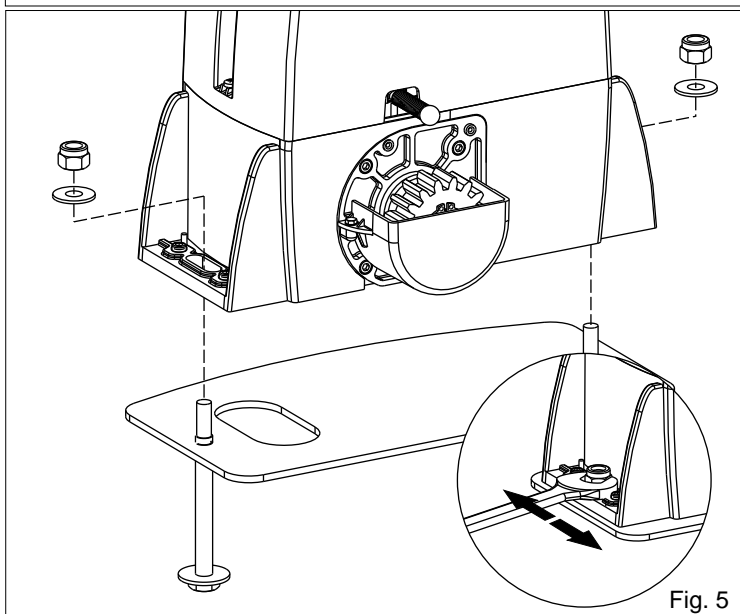

Fig. 5
**4.2.** Fijar el motoreductor a la placa de fundacion mediante los dos dados en dotacion regulando la posicion lateral (Fig. 5) para respetar las medidas citadas en la figura (Fig. 2).